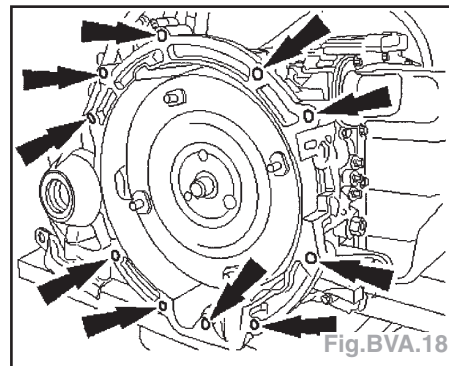

Fig.BVA.18
- Déposer les boulons de fixation de transmission (transmission déposée pour plus de clarté) (Fig.BVA.18).